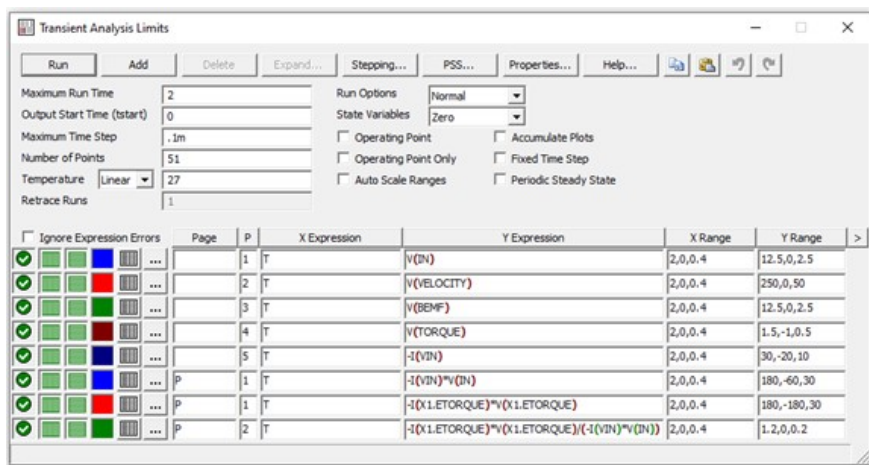

Рис. 3.4
- 2.4. Поменяйте параметры источника как показано на рис. 3.4. Запустите расчет переходных характеристик – **Analysis→Transient...** (Alt+1).